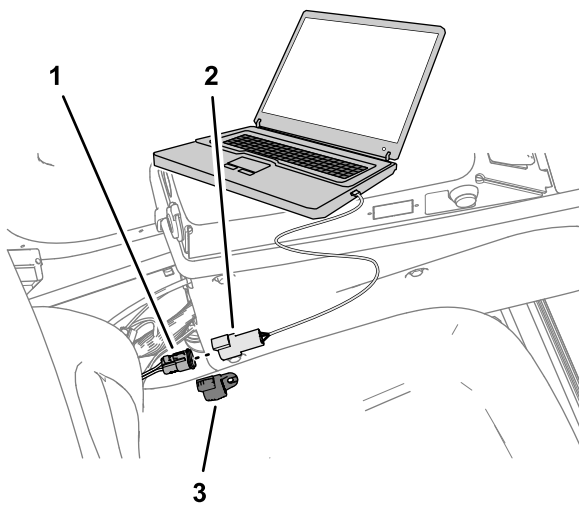

図 145
7. キットのワイヤーハーネスCANポートの重複した診断コネクタというラベルが付いた3ソケットコネクタからキャップを取り外し、3ピンコネクタのUSB/CANインターフェイスケーブルを3ソケットコネクタに差し込みます (図 145)。